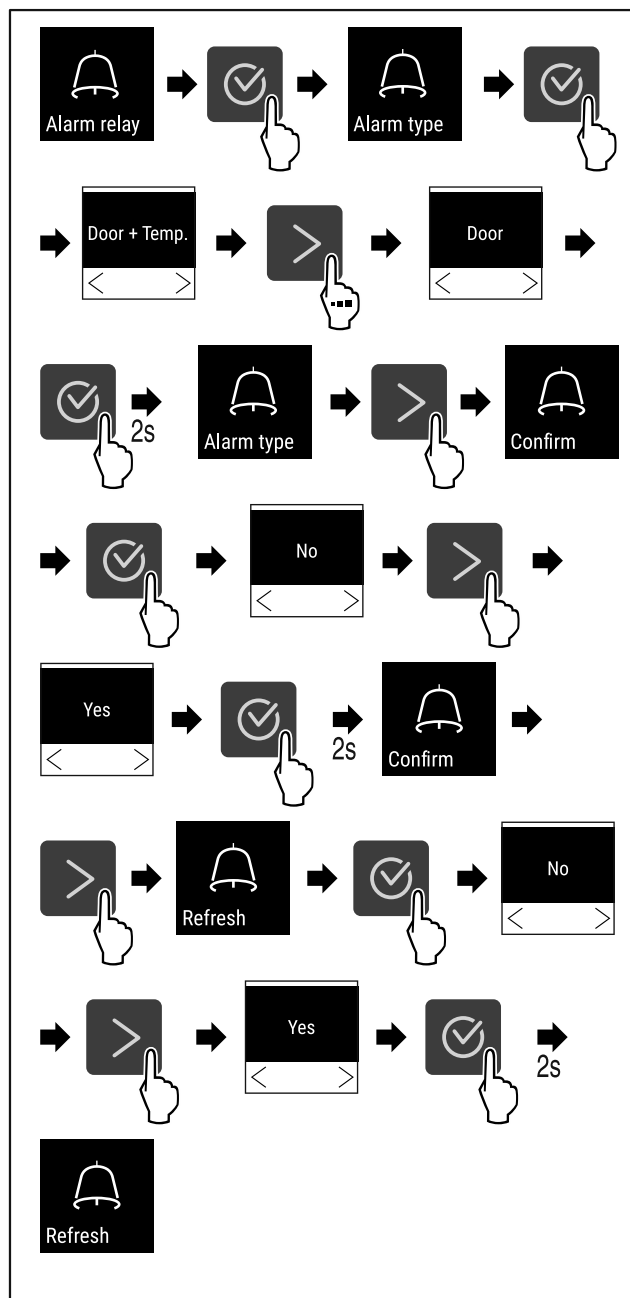

Fig. 109
- ▶ Eseguire i passi (vedere Fig. 109) .